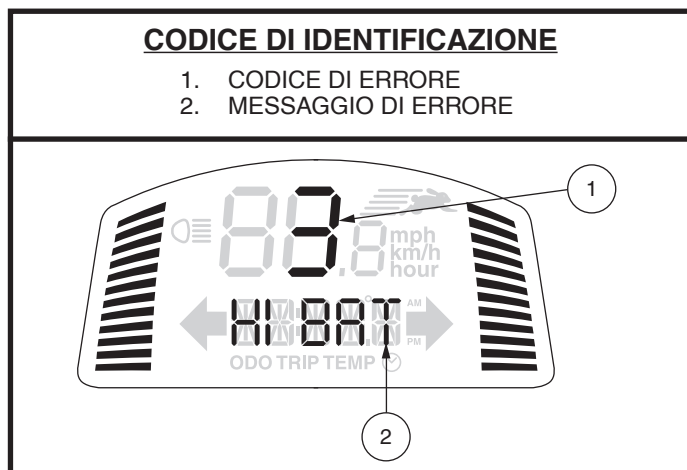

Figura 24. Visualizzazione del codice di errore
1. Sul display LCD verranno visualizzati un codice di errore diagnostico e un messaggio di errore (**Vedere figura 24**), **0**